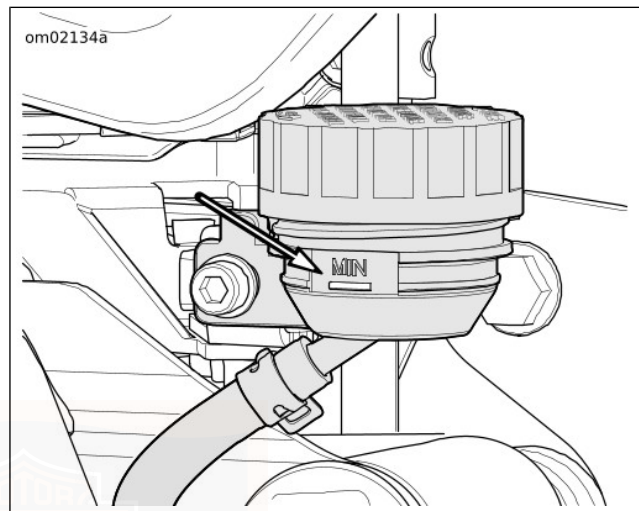

Figure 37. Niveau MIN dans le réservoir de maître-cylindre arrière
3. **Arrière** : Voir Figure 37. Vérifier le niveau du liquide sur le côté du réservoir de liquide de frein arrière. Le niveau doit être au-dessus du repère MIN.